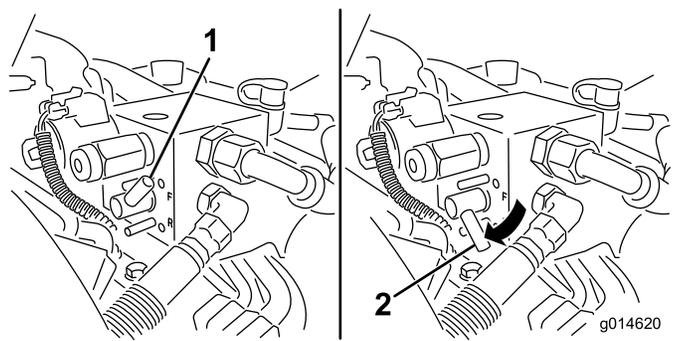

Bild 52
- Drehen Sie den Läpphebel auf RÜCKWÄRTS (R) (Bild 52).